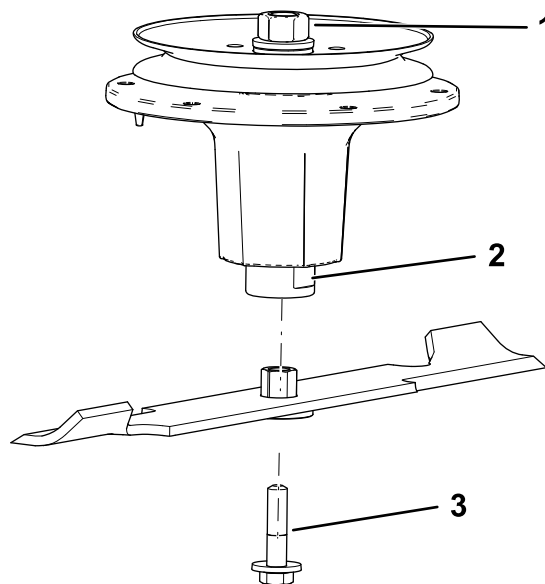

Рисунок 74
2. Вставьте узел втулки/ножа в вал шпинделя (Рисунок 74).